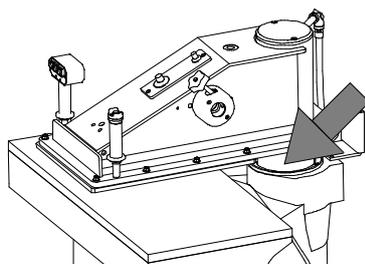

Fig. 20
**c)** pulire con un panno (che non lasci filamenti di tessuto) la ghiera di tenuta lubrificazione canna (per S/SE108: cod. 01002005; per S/SE120C: cod. 01010413; per S/SE120/122/124C/124/125C/125/125L: cod. 01001367, tav. 1) da residui e polveri di materiale tranciato una volta al mese (Fig. 20).